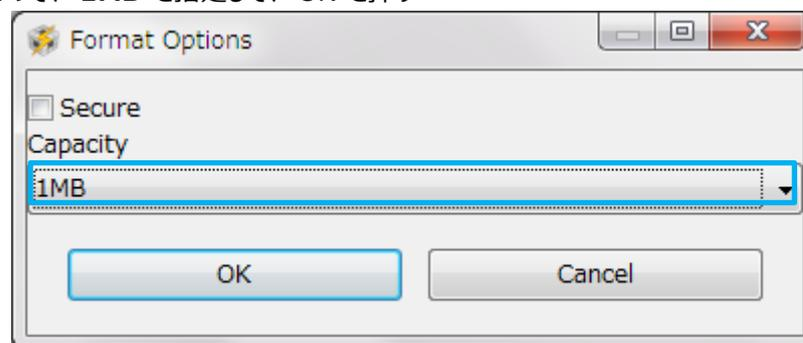

図 16. Format Option のポップアップ
5. CC3200MOD LP をフォーマットするため、“Format”をクリック。クリックすると図 16 のようにポップアップが表示されるので、“1MB”を指定して、“OK”を押す
1. CC3200MOD LP のジャンパの設定を図 16 のように変更し、**CiP-1 と接続の上**、PC と接続